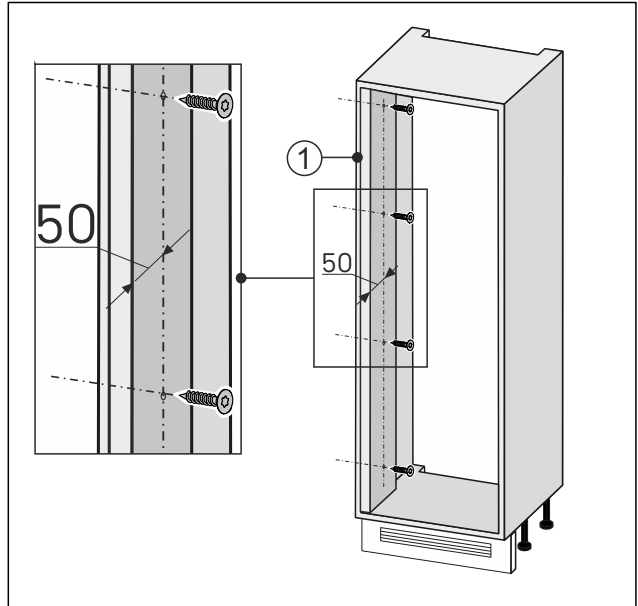

Fig. 93
- Visser le rattrapage de paroi à la niche d'ameublement du côté d'ouverture de la porte Fig. 93 (1).